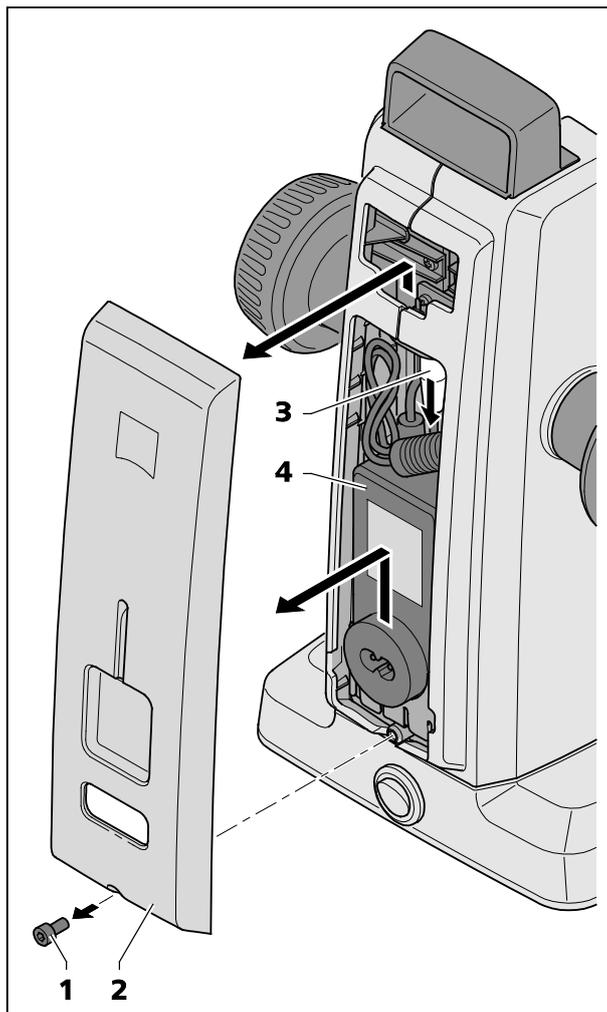

図 21 電源装置の交換
- 六角棒レンチを使用して、ハウジングカバー下側のボルト（図 21/1）を外します。
- ハウジングカバー（図 21/2）下部を少し外して持ち上げます。
- コネクター（図 21/3）を外し、故障した電源装置（図 21/4）を取り外します。